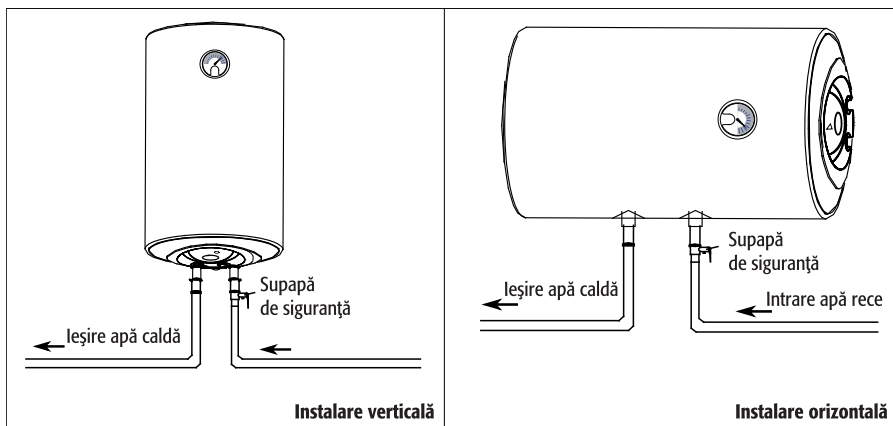

Figura 3
- ① Înșurubați supapa de siguranță la racordul de intrare a apei reci (culoare albastră).
- ② Dacă alimentarea cu apă se face prin mai multe puncte, racordați conductele de intrare și ieșire a apei în punctele corespunzătoare special prevăzute. (Figura 3)
- ③ Pentru umplere, după finalizarea operației de racordare hidraulică, deschideți orice robinet de apă caldă, apoi deschideți robinetul general de apă (dacă utilizați un amestecător, rotiți mânerul spre poziția „apă caldă” până la capătul cursei). După câteva minute, va începe să curgă apă din robinetul de apă caldă, ceea ce înseamnă că rezervorul este plin. Închideți robinetul de apă caldă.
- ④ Verificați fiecare racord pentru a vă asigura că nu există pierderi de apă.